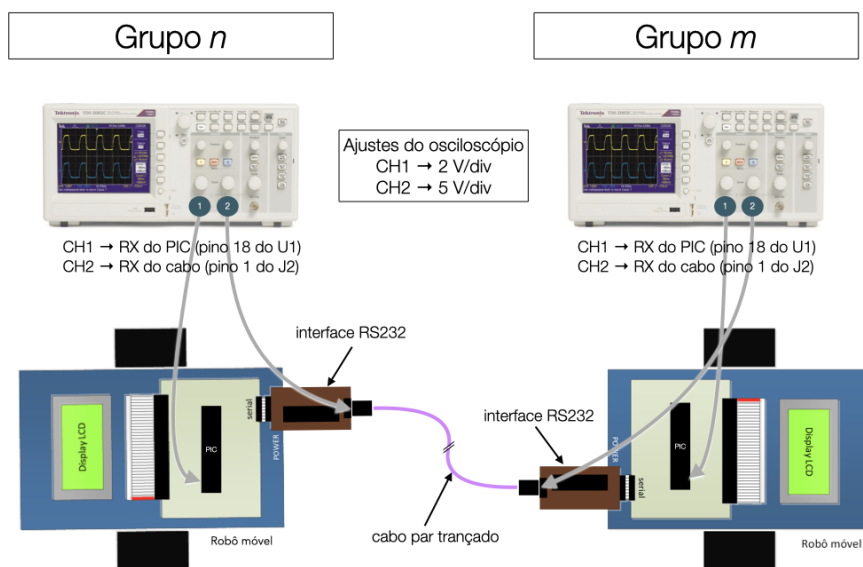
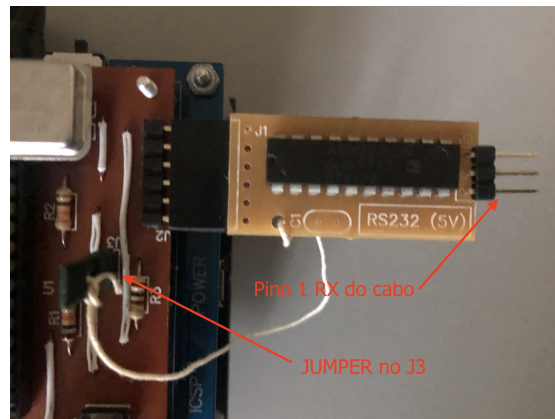
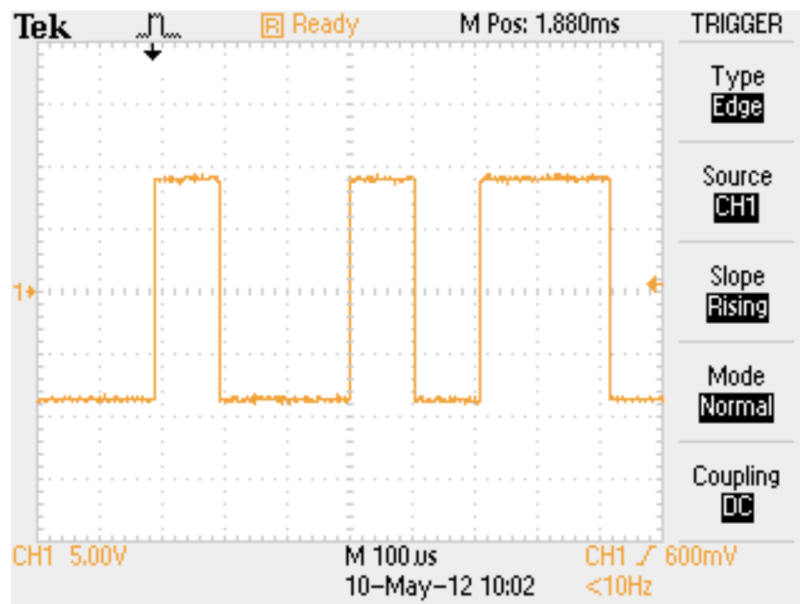

Figura 38: Esquema de conexão entre robôs e osciloscópios.
Figura 39: Conexão do JUMPER de alimentação da interface RS232 e identificação do pino 1 do cabo.
Figura 40: Exemplo de tela de osciloscópio capturada, mostrando sinal do canal 1 (CH1) e menu de disparo (TRIGGER) à direita.
5. A conexão entre os dois robôs e os osciloscópios deve ser feita de acordo com o diagrama apresentado na Figura 38. Pedir as interfaces RS232 e cabos para o professor. O JUMPER amarrado à interface deve ser conectado no J3 da placa processadora para alimentação da interface, conforme mostrado na Figura 39.
6. Tampar o display LCD, pedir para o outro Grupo transmitir um caracter e fazer as medidas dos sinais de RX do serial do PIC (pino 18 do U1) e do cabo de RS232 (pino 1 do J2 da interface, vide Figura 39) com o osciloscópio. Capturar a imagem da tela do osciloscópio e gravar num *pen drive* USB¹ para ser anexado no relatório. A Figura 40 mostra um exemplo de tela capturada. Decodificar os bits observados e dizer a qual caracter ASCII corresponde. Destampar o display e conferir o resultado. Refazer, caso errado.